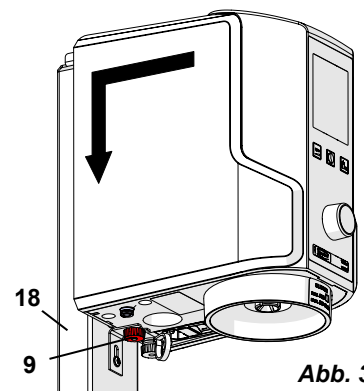

Abb. 3
- ⇒ Gerät mit Rändelmutter (9, Abb. 3) sichern.